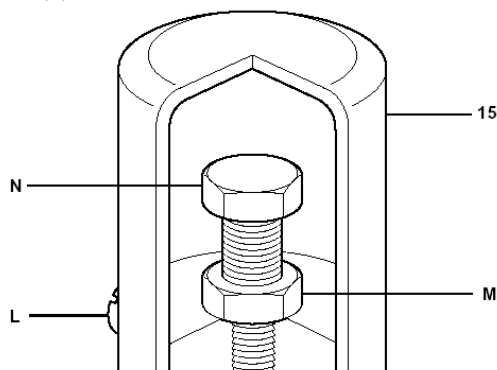

Fig. 5
- Draai de twee schroefjes (L) los. Verwijder het plastic kapje (15, fig. 5). Schroef de borgmoer (M) los.
**Nota:** Is de vereiste insteltemperatuur hoger dan 60°C (140°F), dan moet de regelschroef (N) zeven volle toeren in tegenwijzerszin verdraaid worden.
- Draai nu langzaam de regelschroef (N) in wijzerszin tot de HL10 in veiligheid gaat.
- De regelschroef (N) wordt dan één of twee keer (1 toer = 6°C (10,8°F)) teruggedraaid (in tegenwijzerszin) als speling tussen de normale werkteperatuur en de temperatuur waarbij de beveiliging in werking treedt.
**Nota:** vergeet de kap niet terug te monteren met behulp van de 2 schroeven (L).